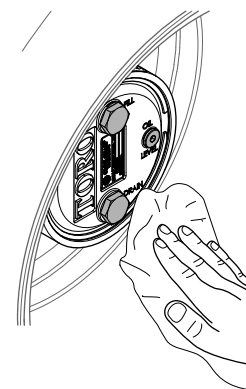

Figure 105
3. Essuyez soigneusement les carters de frein et de train planétaire (Figure 105).